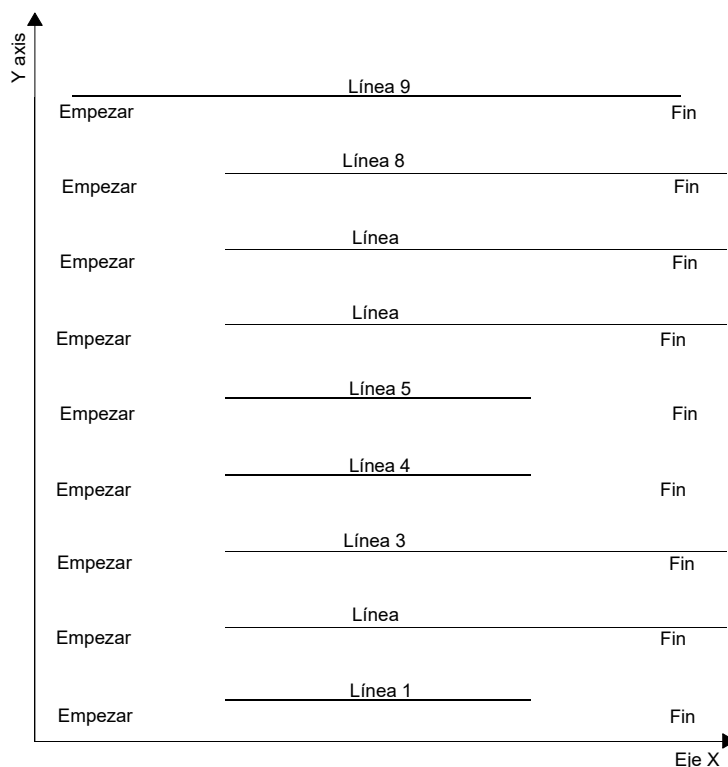

Figura 56 Este ejemplo muestra un levantamiento que consta de 9 líneas paralelas orientadas en la dirección X y desplazadas en la dirección Y.
A continuación se da una descripción condensada paso a paso, en la que se supone que la dirección del (primer) cable del electrodo se llama X y que la dirección perpendicular se llama Y (Figura 56). En esta figura, todas las líneas tienen su primer electrodo en la misma ubicación X (sin desplazamiento izquierda-derecha) y solo la ubicación Y difiere entre ellas. La descripción asume que Res3Dinv (de Geotomo / Aarhus Geosoft / Seequent) se utilizará para la inversión, pero la mayor parte del procedimiento debe ser aplicable al software de inversión alternativo.
9. Haga una copia del archivo "COLLATE_2D_TO_3D.TXT" (utilizado para enumerar y organizar un conjunto de perfiles 2D para intercalarlos en un único archivo 3D). El original se puede encontrar en el directorio del programa Res2Dinv y, en su nueva copia, cambie los nombres de los archivos (para entrada y salida) y las coordenadas, de acuerdo con la presente encuesta. La dirección de la línea en la Figura 56 es cero en todos los casos (Res2Dinv define X como 0 e Y como 1) y la dirección/signo de la línea también es cero (Res2Dinv define hacia adelante (es decir, L-R) como 0 y hacia atrás (es decir, R-L) como 1).